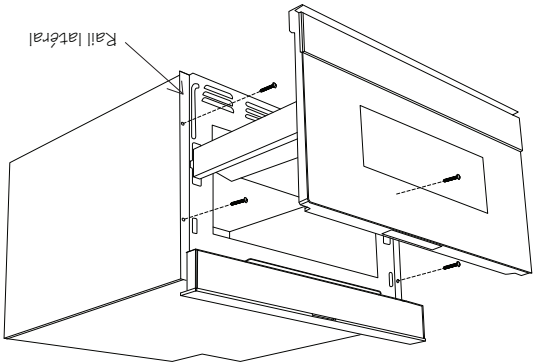

Figure 10
3. Faire glisser le tiroir jusqu'à ce que la bride de montage soit en contact avec la face de l'armoire. Voir la Figure 10.
4. Ouvrir le tiroir. En utilisant les 4 trous sur le tiroir comme gabarit, pré-percer l'armoire avec une mèche de 1,6 mm (1/16 po). Voir la Figure 10.